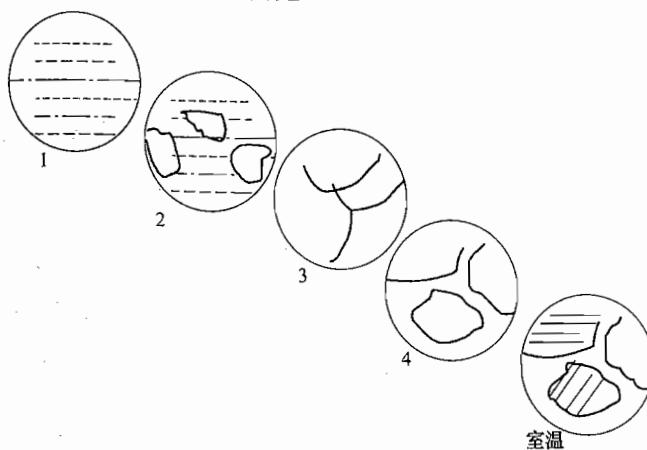

图 16-4 第四题第 9 小题解答图
(1) 包晶转变:  $L \xrightarrow{\delta} \gamma$ ; 共晶转变:  $L \xrightarrow{\gamma} \gamma + Fe_3C$ ; 共析转变:  $\gamma \xrightarrow{\alpha} \alpha + Fe_3C$ 。
(2) 如图 16-4 所示: 1) 从熔体首先按匀晶转变, 结晶出奥氏体; 2) 熔体全部转变为奥氏体; 3) 奥氏体析出二次渗碳体; 4) 有珠光体出现。室温时的组织组成: 二次渗碳体和珠光体; 相组成:  $\alpha$  和  $Fe_3C$ 。